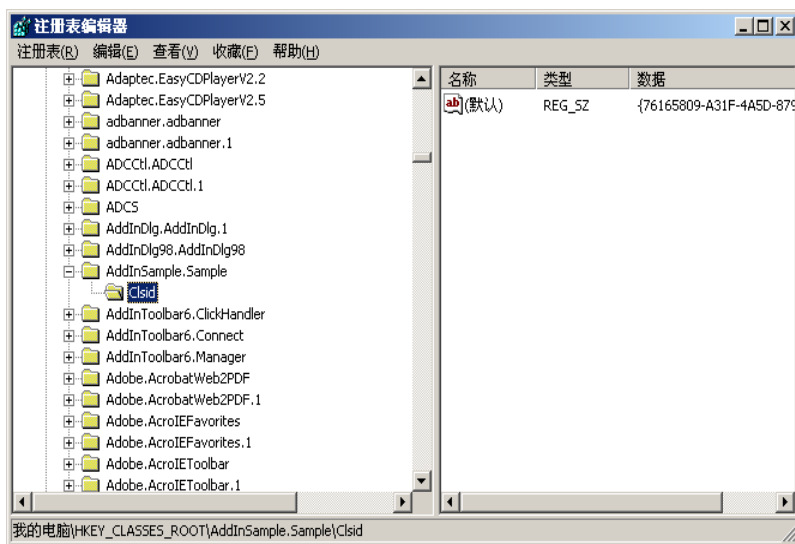

图 15-23 Clsid 的值
(2) 在 HKEY_CLASSES_ROOT 文件夹中, 找到 Project1.Class1 文件夹, 展开 Clsid 子文件夹, Clsid 的值显示在右侧窗口中, 如图 15-23 所示。